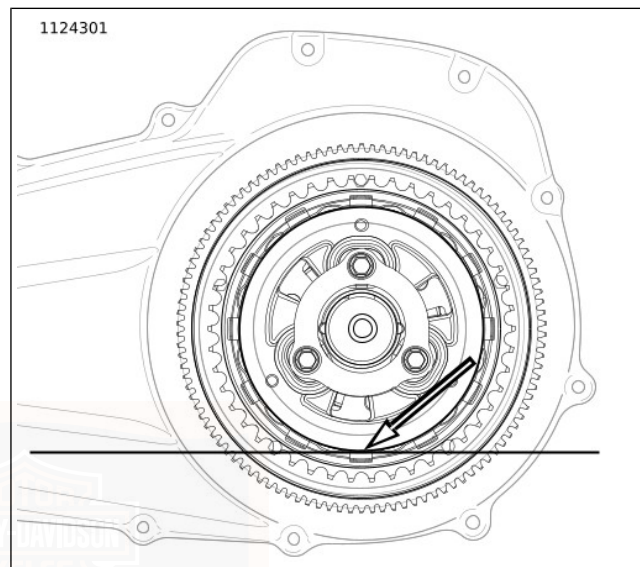

Abbildung 115. Primärer Schmiermittelstand
- b. Siehe Abbildung 115. Der korrekte Füllstand liegt ca. an der Unterseite des Außendurchmessers der Druckplatte.